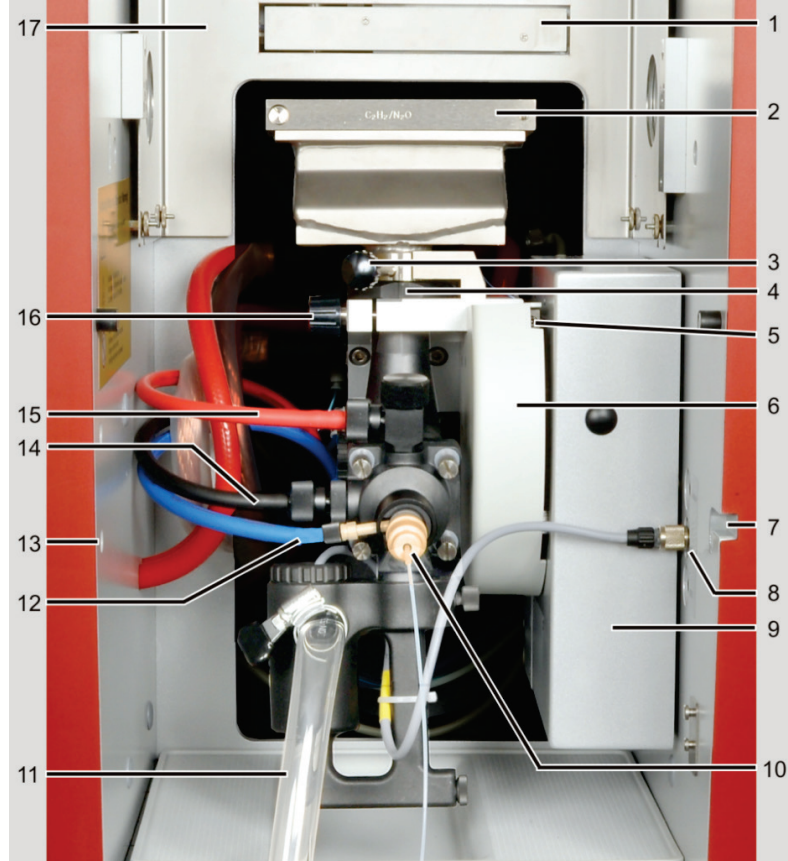

Fig. 42 Collegamenti sul sistema bruciatore-nebulizzatore
La camera di miscelazione deve allinearsi con il sistema di regolazione dell'altezza, il segno per l'allineamento deve trovarsi al di sopra del bordo del fermo (4 in Fig. 42 pag.69).
- Collegare il tubo per gas di combustione (rosso) in alto alla testa della camera di miscelazione (15 in Fig. 42 pag.69)
- Collegare il tubo per ossidante (blu) al nebulizzatore (12 in Fig. 42 pag.69)
- Collegare il tubo per ossidante supplementare (nero) su un lato alla camera di miscelazione (14 in Fig. 42 pag.69)